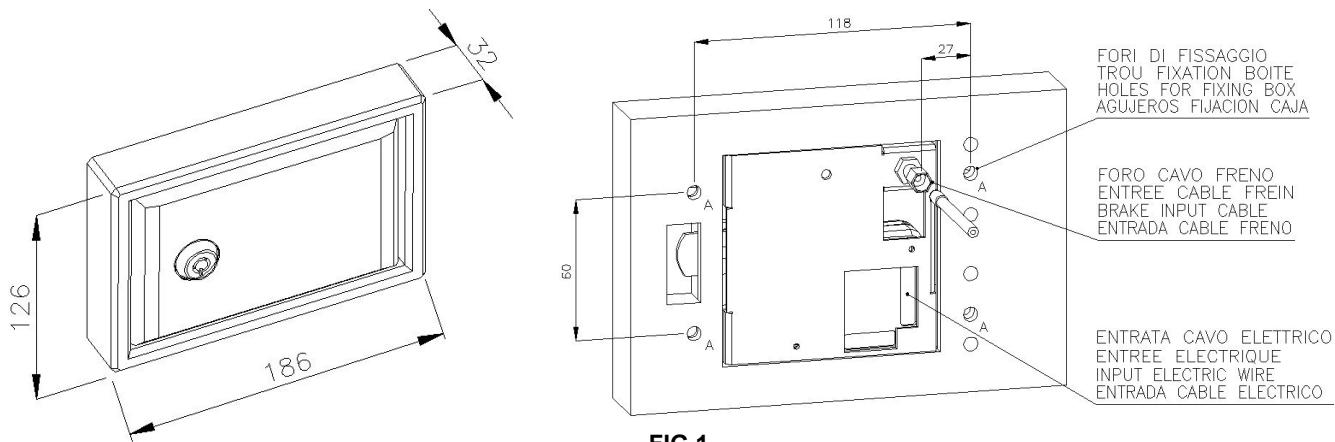
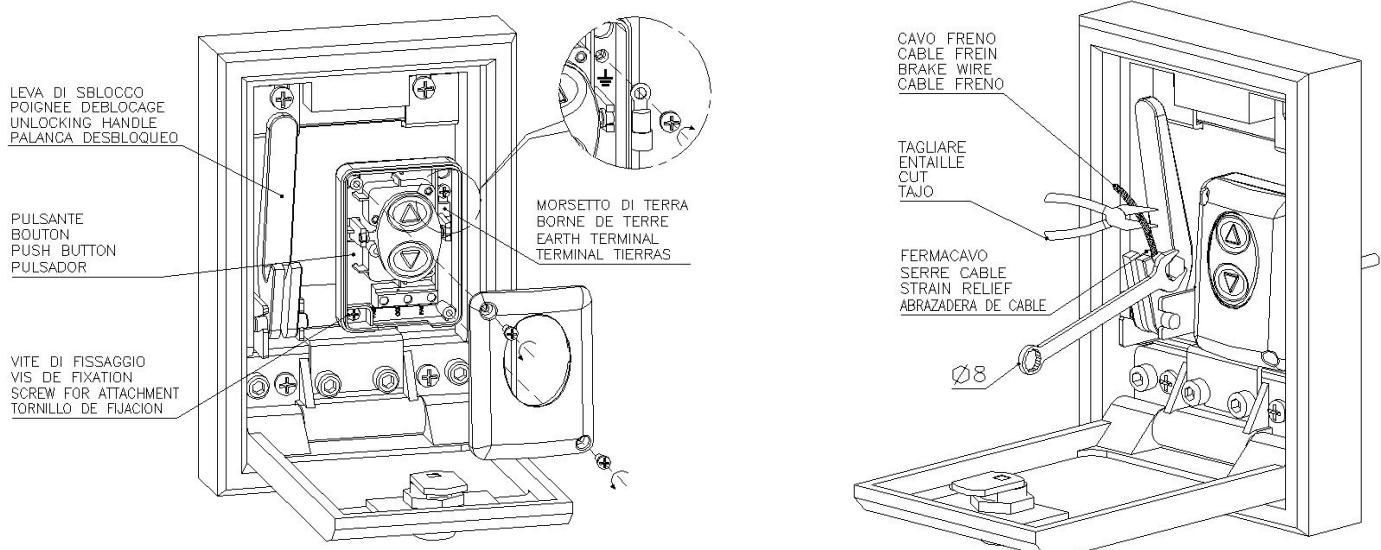

FIG.1
FIG.2
**PREPARAZIONE:** Predisporre l'uscita dei cavi elettrici e del cavo di sblocco dal muro, rispettando gli appositi ingombri del blindino. Eseguire i quattro fori di fissaggio per avvitare il blindino alla parete (fig.1)
**INSTALLAZIONE:** Togliere dalla sede il pulsante svitando le due viti di fissaggio (fig.2). Eseguire i collegamenti elettrici come mostrato in fig. 3; Bloccare il terminale di terra nell'apposita sede (fig. 2).
**COLLEGAMENTO DELLO SBLOCCO:** Inserire il cavo dello sblocco nell'apposita sede (fig. 1 e 2) e inserire il cavo metallico nel foro della leva. Posizionare la leva nell'apposita sede. Applicare sul cavo il ferma cavo cilindrico accostandolo alla leva e serrandolo con chiave da 8mm (fig. 2). Agire sulla vite di registro posta sul fondo del freno del motoriduttore e porre in tiro la guaina. Tirare la leva e verificare che il motoriduttore venga sbloccato movimentando a mano la serranda. Se necessario agire di nuovo sulla vite di registro o sulla vite d'arresto. Verificare il serraggio e tagliare il cavo in eccedenza (fig. 2).
**PREPARATION:** Disposer la sortie des câbles électriques et du câble de déblocage du mur en respectant les espaces prévus à cet effet sur le corps du sélecteur. Réaliser les quatre perforations de fixation pour visser le boîtier au mur (fig.1).
**INSTALLATION :** Retirer le bouton poussoir de son emplacement en enlevant les deux vis (fig 2). Effectuer les raccordements électriques comme illustré dans la fig.3; bloquer la borne de terre dans son siège (fig. 2).
**RACCORD DU DISPOSITIF DE DEBLOCAGE :** Placer le câble de déblocage dans son siège (fig. 1 et 2) et le câble métallique dans le trou du levier. Mettre maintenant le levier à son emplacement. Placer le prisonnier sur le câble en l'approchant du levier et le serrer avec une clé de 8mm (fig.2). Manipuler le tendeur placé dans la partie arrière du frein du motoreducteur et tendre la gaine. Tirer le levier et vérifier que le motoreducteur est bien débloqué en bougeant manuellement la fermeture. S'il n'est pas tout à fait débloqué, manipulez à nouveau la commande ou le prisonnier. Vérifier le serrage et couper la partie excédentaire du câble (fig. 2).
**PREPARATION:** Prepare the electrical wire and release cable outlet from the wall, respecting the preset spaces on the switch box. Drill four holes to fix the casing to the wall (fig. 1).
**INSTALLATION:** Unscrew the push button fixing screws and remove the push button (fig. 2). Hook up the electrical connection as shown in fig. 3; attach the ground terminal to its place (fig. 2).
**CONNECTING BRAKE UNLOCK CABLE:** Insert the release cable into its slot (fig. 1 and 2) and insert the metallic cable in the lever hole. Move the lever to its place. Place the set screw on the cable and approach it to the lever. Tighten the set screw with a 8mm wrench. Move the tightener on the back side of the motoreducer brake and tighten the sheath. Pull the lever and move the device manually to check that the motoreducer is unlocked. If the motoreducer were not completely unlocked, adjust the tightener or the set screw. Make sure that it has been tightened firmly and cut off any excess cable (Fig.2).
**PREPARACION:** Preparar la salida de los cables eléctricos y del cable de desbloqueo de la pared, respetando los espacios previstos en el cuerpo del selector. Realizar los cuatro agujeros de fijación para atornillar la caja en la pared (fig. 1).
**INSTALACION :** Sacar el pulsador de su alojamiento desatornillando los dos tornillos (fig. 2). Effectuer les raccordements électriques comme illustré dans la fig.3 ; bloquer la borne de terre au pivot en aluminium (fig.2).
**CONEXIÓN DEL DESBLOQUEO:** Introducir el cable de desbloqueo en el espacio al efecto (fig. 1 y 2) y insertar el cable metálico en el agujero de la palanca. Colocar ahora la palanca en su lugar. Aplicar en el cable el prisionero acercándolo a la palanca y apretarlo con una llave de 8mm (fig.2). Actuar sobre el tensor colocado en la parte posterior del freno del moto reductor y poner en tensión la funda. Tirar de la palanca y verificar que el moto reductor esta desbloqueado moviendo a mano el cierre. En el caso que no este del todo desbloqueado, vuelva a actuar sobre el registro o sobre el prisionero. Verificar el cierre y cortar el exceso de cable (Fig.2).